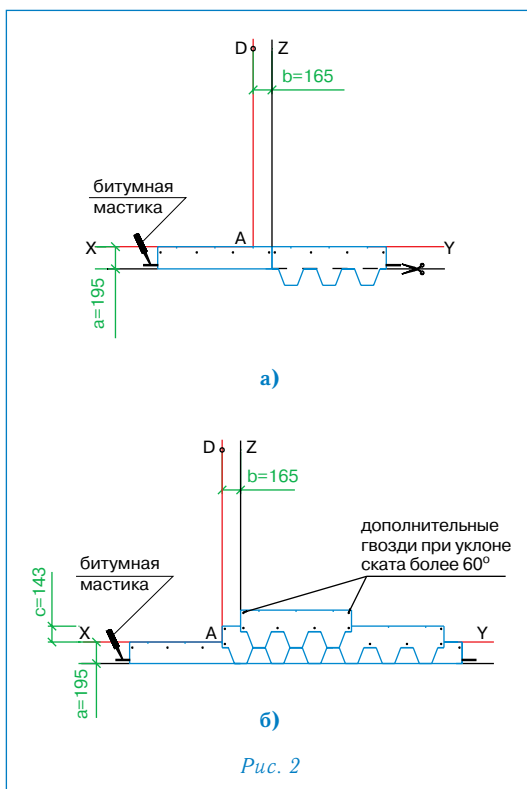

Рис. 2
Укладка материала (рис. 2)
- Начальный ряд формируется из листов черепицы НОРДИК с обрезанными лепестками. Полученные таким образом полосы шириной 19,5 см укладываются по линии карниза в обе стороны от линии Z (рис. 2а) и фиксируются по нижнему краю битумной мастикой, а по верхней кромке 4 гвоздями (ось гвоздей на 5 см ниже верхнего края полосы);
- далее первый ряд черепицы укладывается от линии AD (рис. 2б);
- второй ряд укладывается от линии Z (со смещением 16,5 см от AD) (рис. 2б);
Каждый лист гибкой черепицы НОРДИК крепится 4 гвоздями таким образом, чтобы гвоздь прошивал и верхний край нижележащего листа черепицы (рис. 2б).